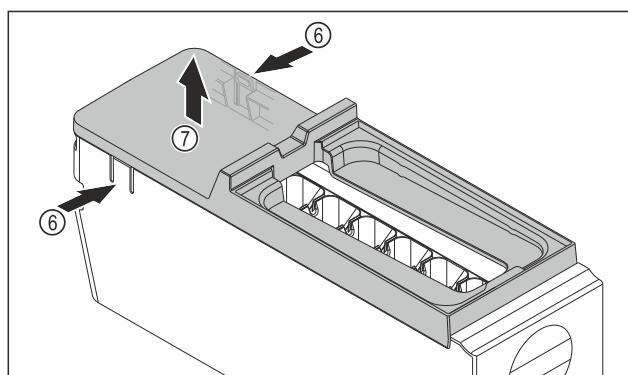

Fig. 172
- Abdeckung des EasyTwist-Ice-Körpers entnehmen: Laschen Fig. 172 (6) an den beiden Seiten des EasyTwist-Ice-Körpers mit einer Hand drücken.
- Abdeckung Fig. 172 (7) mit der anderen Hand nach oben entnehmen.